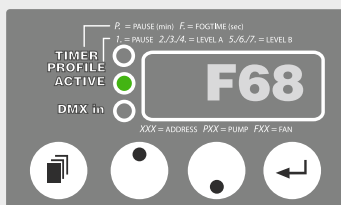

Abb. 3: Lüfterwert
- ☞ **Mode-Taste [13]:** Betätigen bis F + 2 Zahlen auf Display erscheinen (s. Abb. 3)